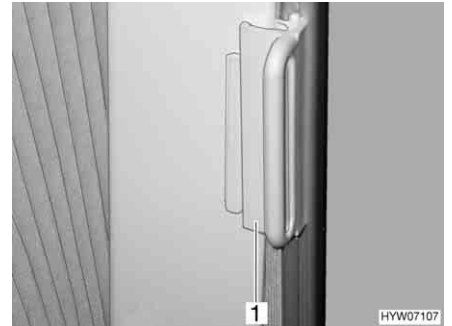

Fig. 25 Verrouillage supplémentaire pour dispositif occultant plissé
- Pousser la poignée (Fig. 25,1) sur la pièce de fixation. Le dispositif occultant plissé est bloqué.